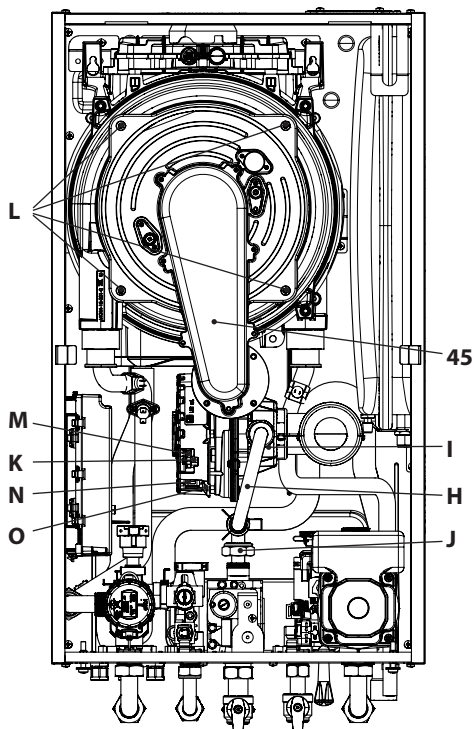

Figura 9.12
Rimozione del gruppo bruciatore ventilatore 45 in Figura 9.12.
- Inserire un cacciavite piano nella rientranza K del connettore M e fare leva verso il basso, contemporaneamente scollegare il connettore M tirandolo frontalmente (Figura 9.12).
- Scollegare il connettore del ventilatore N premendo il gancio in plastica O posizionato nella parte sottostante del connettore (Figura 9.12).
- Svitare i dadi L e rimuovere il gruppo bruciatore ventilatore 45 (Figura 9.12)